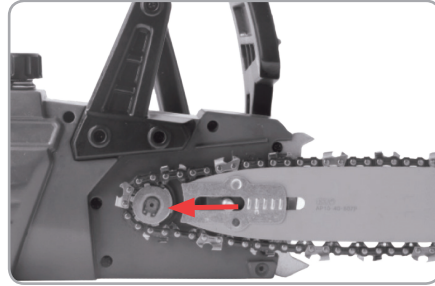

Fig.4
- Poziționați lanțul pe șina de ghidare, fixați șina de ghidare cu lanțul pe șurubul de ghidaj și introduceți lanțul peste roata de acționare a acestuia (Fig.4);